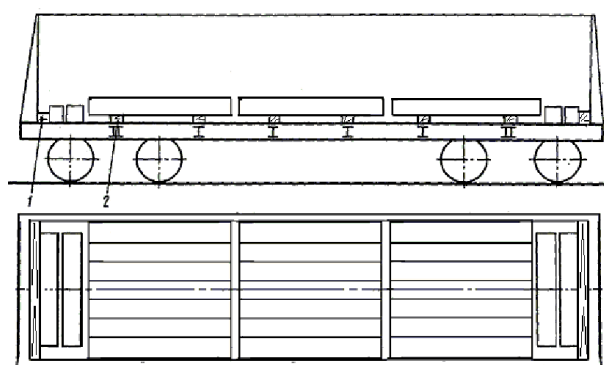

Рисунок 192
8.2.2. Блюмсы длиной свыше 2600 мм до 2800 мм включительно размещают тремя штабелями вдоль полувагона в один ярус (рисунок 192). Каждый штабель размещают на двух подкладках сечением не менее 25x100 мм и длиной, равной ширине полувагона, уложенных на средние, промежуточные или шкворневые балки полувагона. Зазоры между торцами полувагона и крайними штабелями заполняют уложенными поперек полувагона блюмсами. У торцевых дверей полувагона вплотную к порожку укладывают упорный брусок сечением 100x100 мм и длиной 2850 мм.